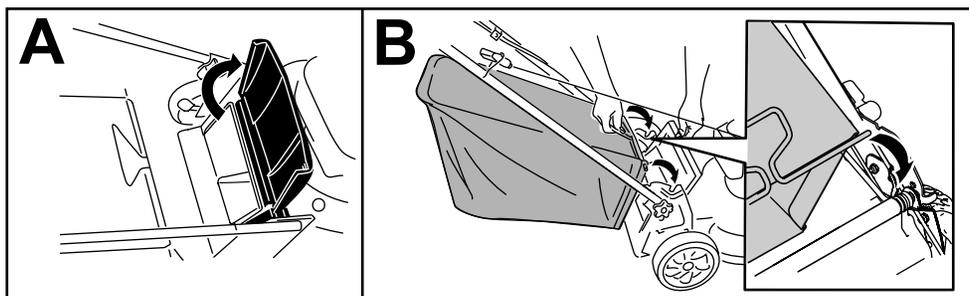

Figura 14
1. Faça subir e mantenha elevado o defletor traseiro (A da Figura 14).
2. Coloque o saco da relva. Garanta que os pinos no saco encaixam nos entalhes na pega (B da Figura 14).